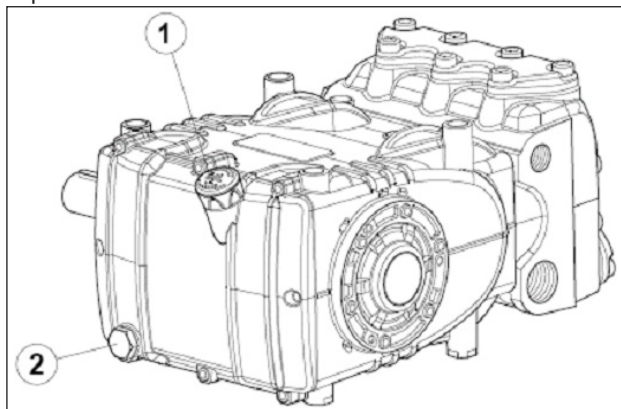

Fig. 3
Dall'asta livello olio pos. ①, Fig. 3.
Il controllo corretto del livello dell'olio si esegue con la pompa a temperatura ambiente, il cambio dell'olio va eseguito con pompa a temperatura di lavoro rimuovendo: l'asta livello olio pos. ①, e successivamente il tappo pos. ②, Fig. 3.
Utilizzare una sonda di temperatura da infilare all'interno del tappo scarico olio pos. ② Fig. 3. Vedere manuale "PROTEZIONE ANTIDEFLAGRANTE ATEX".